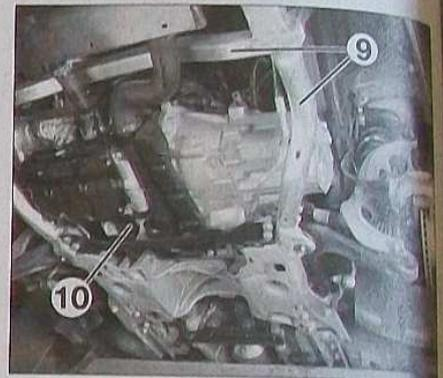
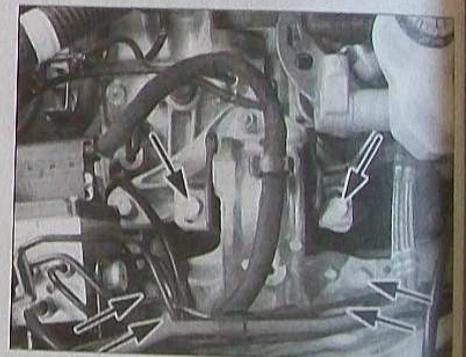

FIG.5
FIG.6
- le cadre de renfort du berceau (9) (Fig.5).
- le tirant antibasculément (10).
- le support de la boîte (Fig.6).